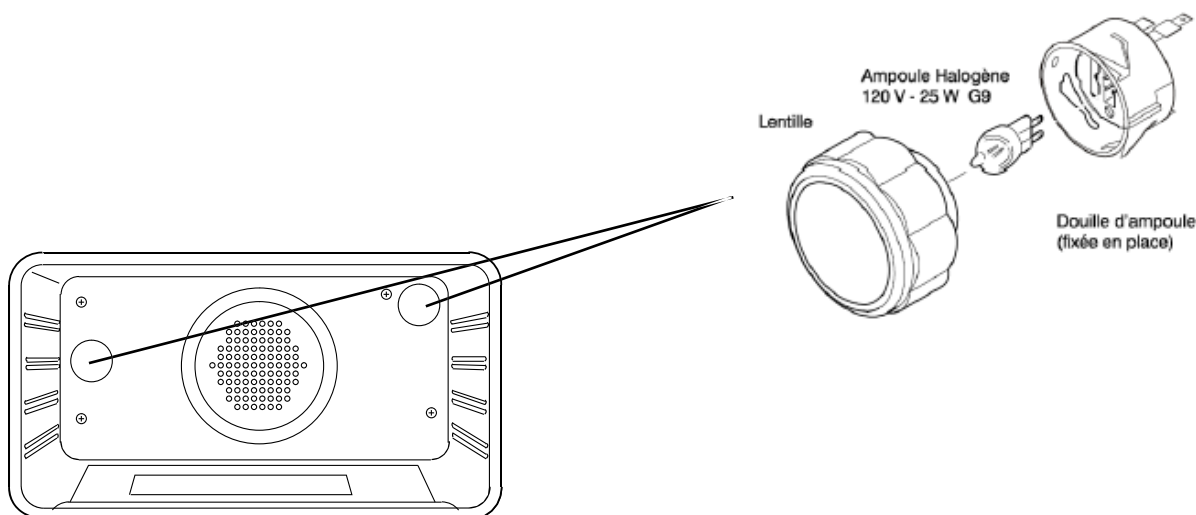

Figure 17 : éclairage du four
- Chaque assemblage d'éclairage comprend un couvercle amovible, une ampoule et une douille fixée en place (voir figure 17, page suivante).
**Pour remplacer l'ampoule** (voir figure 17, page suivante)